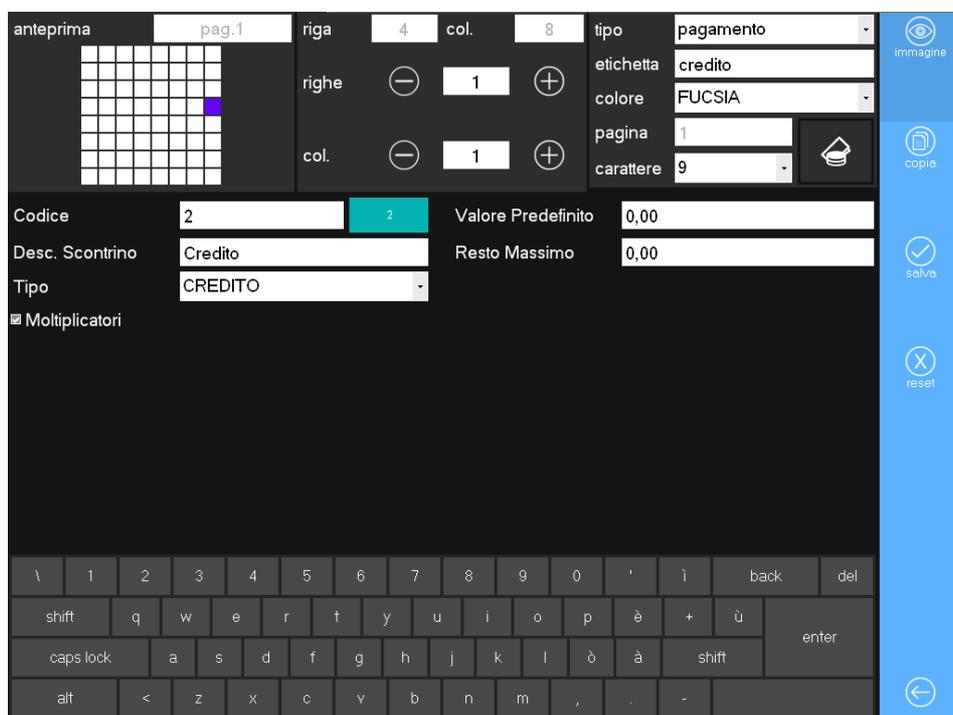

Figura 41: Inserimento tasto pagamento
4. Riempire i campi della schermata (vedi Figura 41)
- se in Anagrafica Pagamenti non è stato creato alcun pagamento con identificativo uguale a quello digitato in questo campo, alla pressione del tasto **OK** sarà creato in Anagrafica Pagamenti un nuovo elemento con i dati inseriti nella schermata di Figura 41